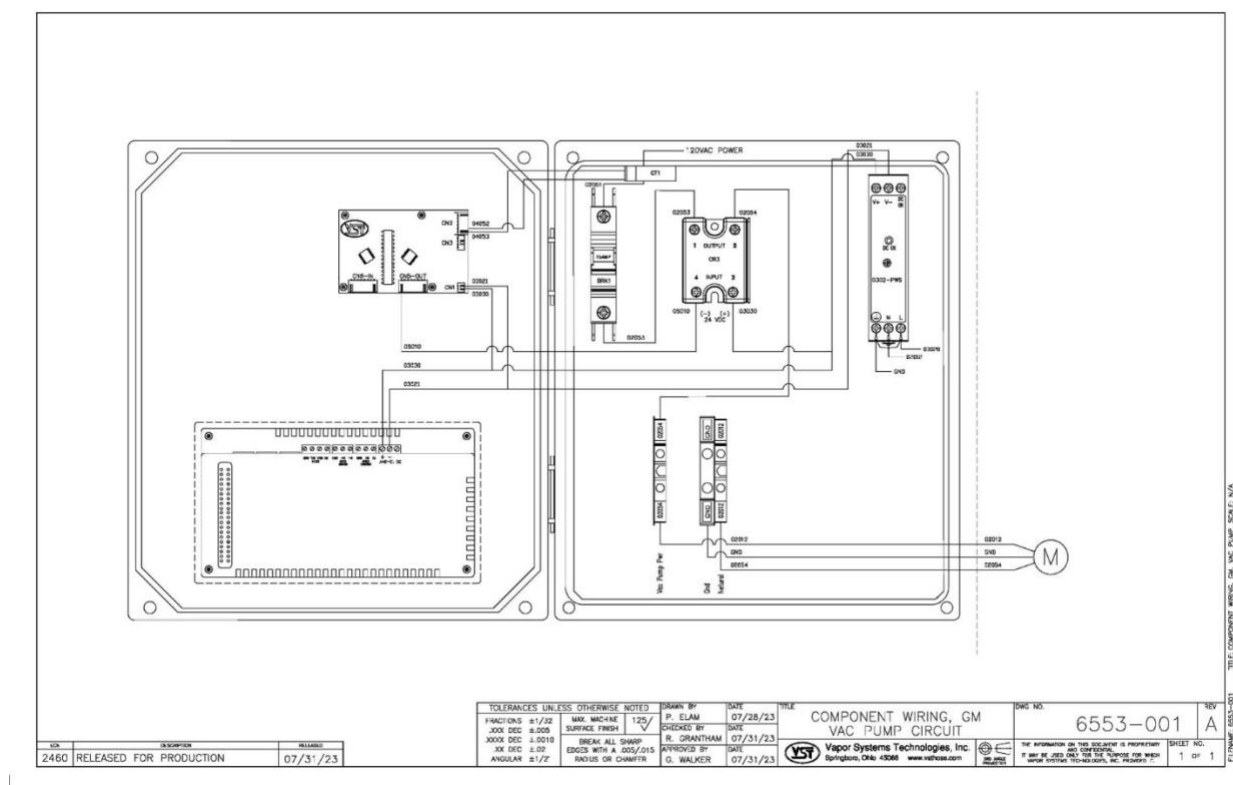

Figura 8-20: Circuito de bomba de vacío
4. Compruebe el circuito del cableado de la bomba de vacío dentro del panel de control de VST. Vea la Figura 8-20.	• Revise físicamente las conexiones del cableado de la bomba de vacío en la caja de conexiones de la bomba de vacío y el panel de control de VST para asegurar que las conexiones estén ajustadas y conectadas correctamente. 5. Compruebe las válvulas de control • Comprobación de funcionamiento de las válvulas de control – Vea las Figuras 8-19. • Compruebe el funcionamiento de las válvulas de control (A hasta E) para verificar si las válvulas de control han fallado. Una válvula de control deficiente puede ocasionar la desconexión del motor de la bomba de vacío en caso de sobrecarga térmica. • Propósito de la prueba • El propósito de esta prueba es comprobar si hay corriente en las válvulas de control y si las válvulas de control funcionan correctamente. • Esta prueba también se utiliza para la Comprobación de fugas. • Preparación • Asegúrese de que el panel de control de VST esté encendido. • En la pantalla principal, presione el botón de la pantalla de mantenimiento para acceder a la pantalla de contraseña. • Ingrese la contraseña 878 para acceder a la pantalla de mantenimiento. • La GREEN MACHINE ahora está en el modo OFF (apagado) y no funcionará. • Presione el botón Reiniciar alarma del motor para restaurar la alarma del motor. Sin reiniciar la alarma, no podrá avanzar al paso siguiente.